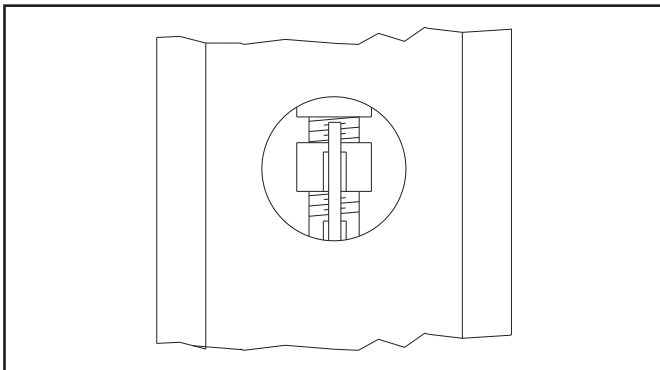

Fig.58 - Abb.58
- portare i carrelli ad una altezza tale che le chioccioline si trovino in corrispondenza dei fori ricavati sui carter (Fig.58).
- raise carriages to same level as holes on side guards (Fig.58).
- placer les chariots à hauteur telle que les écrous se trouvent en regard des trous de visite pratiqués dans les carter (fig. 58).
- Die Schlitten bewegen, so daß die Schnecke in Anschluß mit den auf dem Schutzgehäuse Rohren sind (Abb. 58).